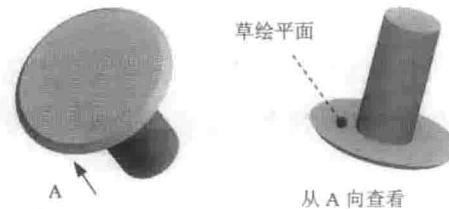

图 1.5 拉伸特征 1
(3) 定义旋转属性。在操控板中选择旋转类型为 **上**，在角度文本框中输入角度值 360.0，并按回车键。
(4) 在操控板中单击“完成”按钮 **✓**，完成旋转特征 1 的创建。
Step3. 创建图 1.5 所示的拉伸特征 1。在操控板中单击 **拉伸** 按钮。选取图 1.5 所示的模型表面作为草绘平面，接受默认的参考平面，方向为 **上**；绘制图 1.6 所示的截面草图，在操控板中定义拉伸类型为 **上**，输入深度值 35.0。单击 **✓** 按钮，完成拉伸特征 1 的创建。